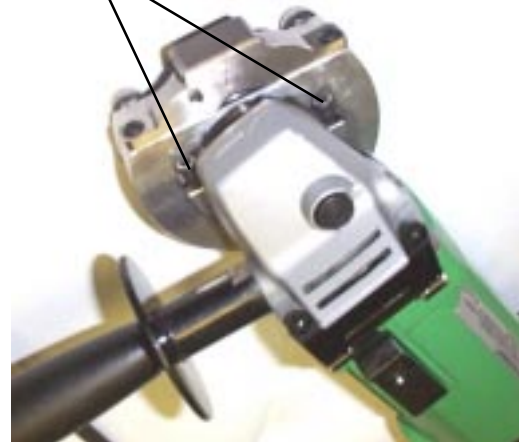

Fig. 2
1. El cabezal de rectificar puede aflojarse y rotar a 90 grados en cual quier dirección en relación al cuerpo de rectificar. Para lograr esto, afloje los tornillos con cabeza de manguito de la parte de encima del cabezal de rectificar (Vea Fig. 2) con la llave allen de 1/8 proporcionada con la unidad. Al aflojarla, rote el cabezal de rectificar a la posición deseada. Asegúrese que la parte macho de la rectificadora se sienta de manera completa en el alojamiento, y entonces reapriete los tornillos con cabeza de manguito.